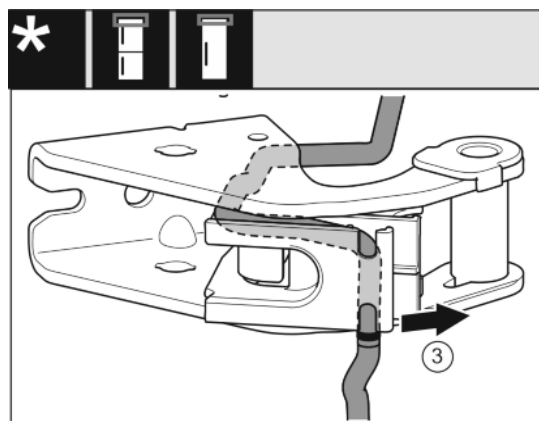

Fig. 22
- Odvojite kabel iz vodilice. *Fig. 22 (3)*